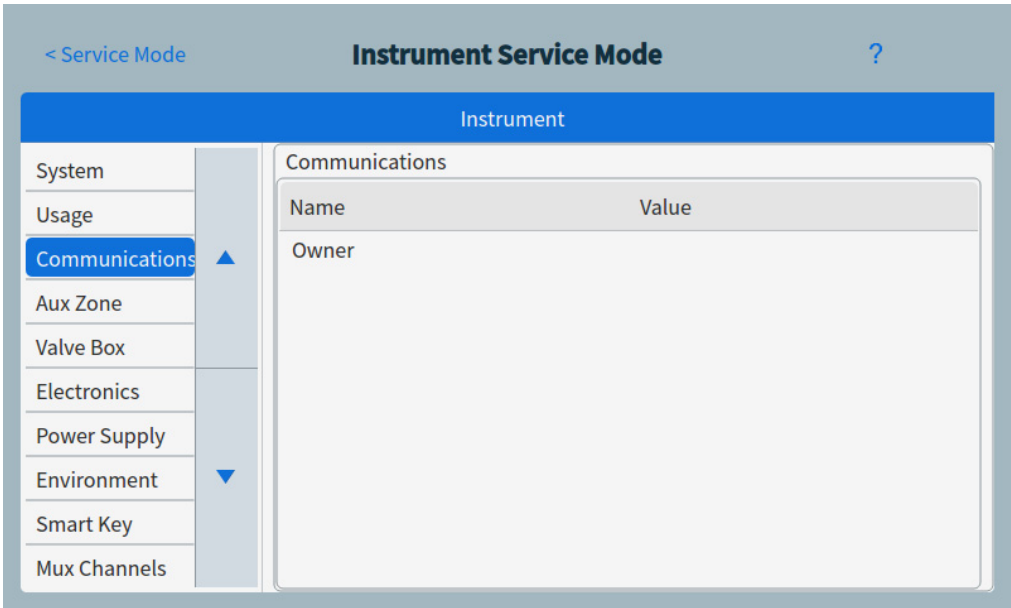

Figura 52. Pagina del modo assistenza dello strumento
- 1 Selezionare il tipo di componente desiderato. Si apre la pagina del modo assistenza per il componente selezionato. Vedere **Figura 52**.